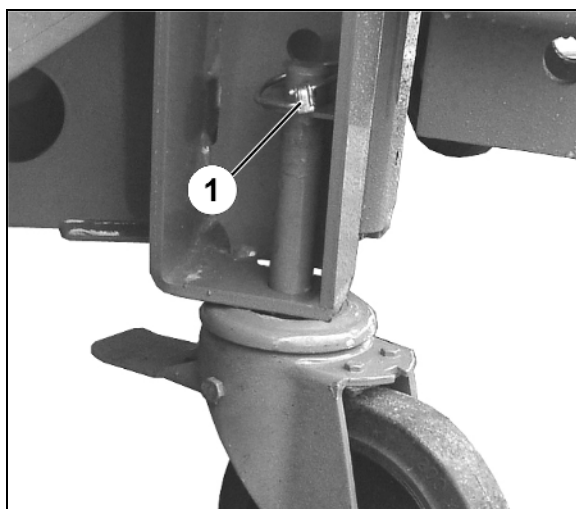

Рис. 27
5. Поворотное переднее колесо с тормозом (Рис. 27)
- о установите и застопорите пружинным фиксатором (Рис. 27/1),